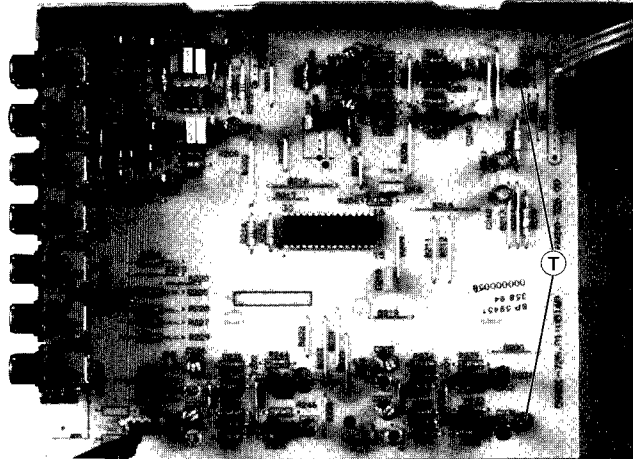

Fig. 14
- 4 Schrauben (S) (Fig. 2) und 2 Schrauben (T) (Fig. 14) herausschrauben.
- Undo 4 screws (S) (Fig. 2) and 2 screws (T) (Fig. 14).